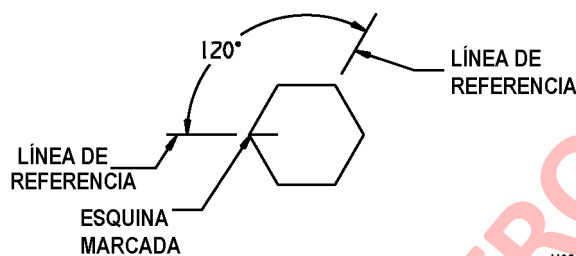

FIGURA 2-9. AVANCE EN 120 GRADOS
18. Marque una esquina de la cabeza del perno con un marcador de pintura como se muestra en la Figura 2-9. Dibuje una línea de referencia en la superficie de la suspensión (o chasis) junto a la esquina marcada en el perno. Dibuje otra línea de referencia en la superficie de la suspensión (o chasis) a 120 grados en avance de la esquina marcada en el perno.